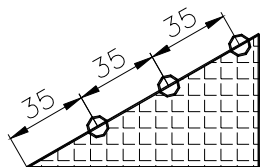

Fig. U7.34
7. Pe ipotenuza triunghiului dreptunghic din Fig. U7.34 trebuie plasate trei cerculețe la distanțe egale cu 35. Știind că anterior cercul a fost declarat bloc, ce comandă e necesară?